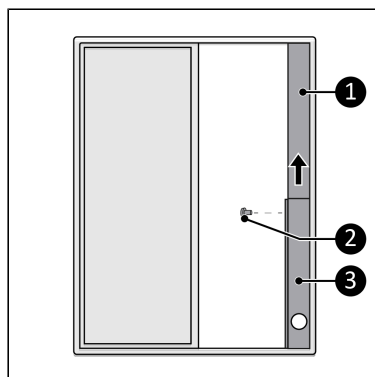

Figuur 10.
2. Sluit de Window Kit-aansluiting (Figuur 10, pos. 2) aan op het andere uiteinde van de warmeluchtuitgangsslang (Figuur 10, pos. 1).